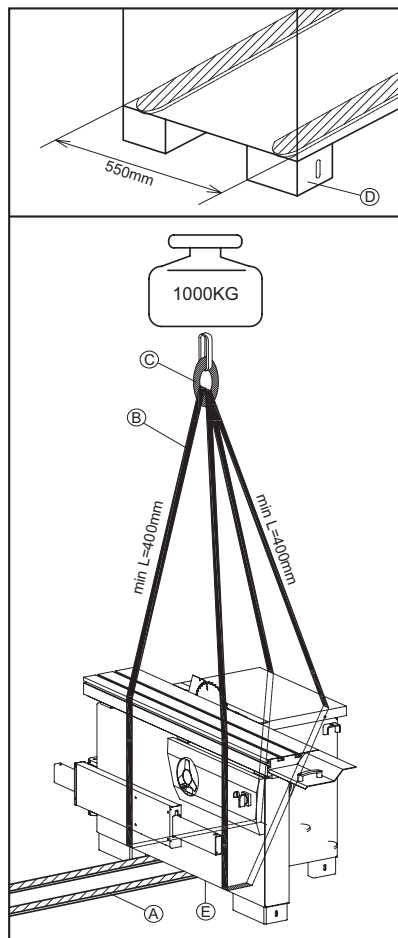

Fig.4.2
A elevação pode ser feita por ponte rolante ou empilhadeira autopropelida. Antes de iniciar as manobras, libere a máquina de todas as peças usadas para transporte ou embalagem que tenham permanecido na máquina. Verifique se a capacidade do equipamento de elevação é adequada para o peso bruto da máquina indicado na Fig. 4.2.
- Levante as cintas e posicione-as conforme mostrado na Fig. 4.2